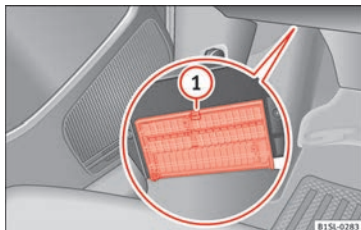

Fig. 143 Sotto la plancia, nel lato del conducente: coperchio della scatola dei fusibili.
- **Apertura:** premere la leva di bloccaggio » **fig. 143** ① finché è possibile aprire il coperchio. Abbassare la copertura.
- **Chiusura:** sollevare la copertura nella direzione contraria a quella indicata dalla freccia fino a farla scattare nella leva di bloccaggio ①.